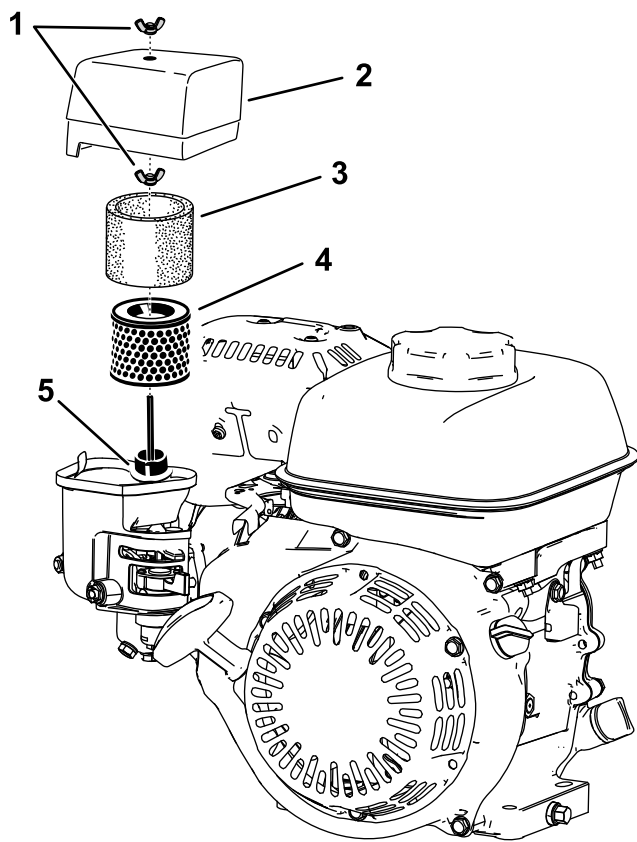

Figura 31
- Remova a porca-borboleta que prende a tampa do filtro de ar (Figura 31).